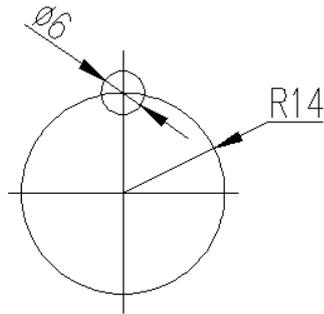

Рис. 9. Построение вспомогательных окружностей.
3.1. Построить вспомогательную окружность R14 и одну из окружностей  $\varnothing 6$  (рис.9)